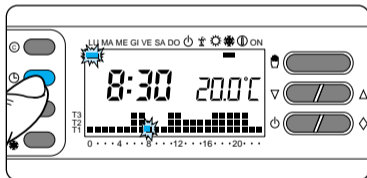

Fig. 21
3.6 - Pulse el botón ◀ (fig. 21).